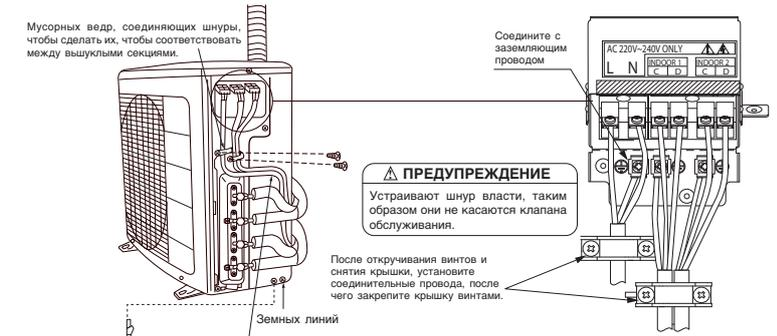

Рис. 3-3
- (2) Подключить соединительный кабель и сетевой кабель к клеммной колодке. (Рис. 3-3)
- (3) Прочно закрепить соединительные кабели и сетевой кабель с помощью стальной ленты. (Рис. 3-3)